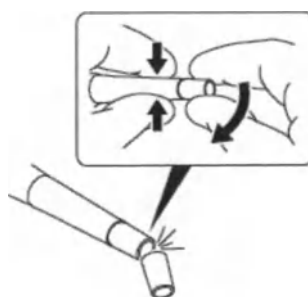

Рисунок 85 — Удаление хрупкой части наконечника для ирригации
2. Возьмитесь за наконечник для ирригации рядом с перфорацией хрупкой части (рисунок 85).